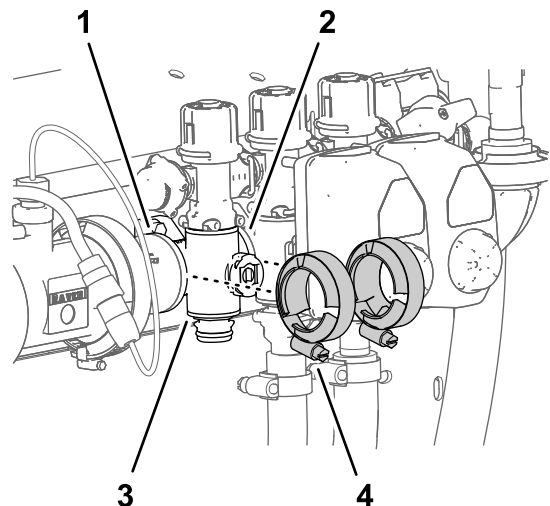

Figure 129
4. Fixez légèrement les colliers bride que vous avez déposés à la section Dépose de la vanne de section du collecteur \(page 89\) sur les brides du collecteur de vanne de section et les brides des autres vannes de section et/ou adaptateur d'accouplement (Figure 129).
7. Serrez les 2 colliers bride à la main (Figure 129).